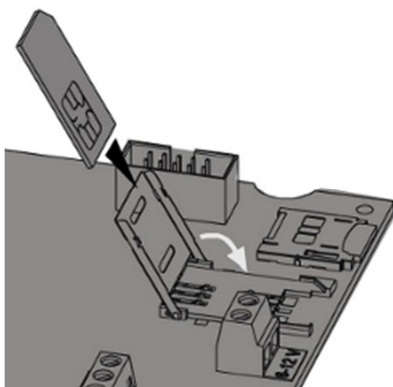

Рисунок 10: Ориентация вставки SIM-карты
4. Отвести крышку корпуса SIM-карты в сторону, чтобы открыть её, как указано стрелкой надписью OPEN (рисунок 10).